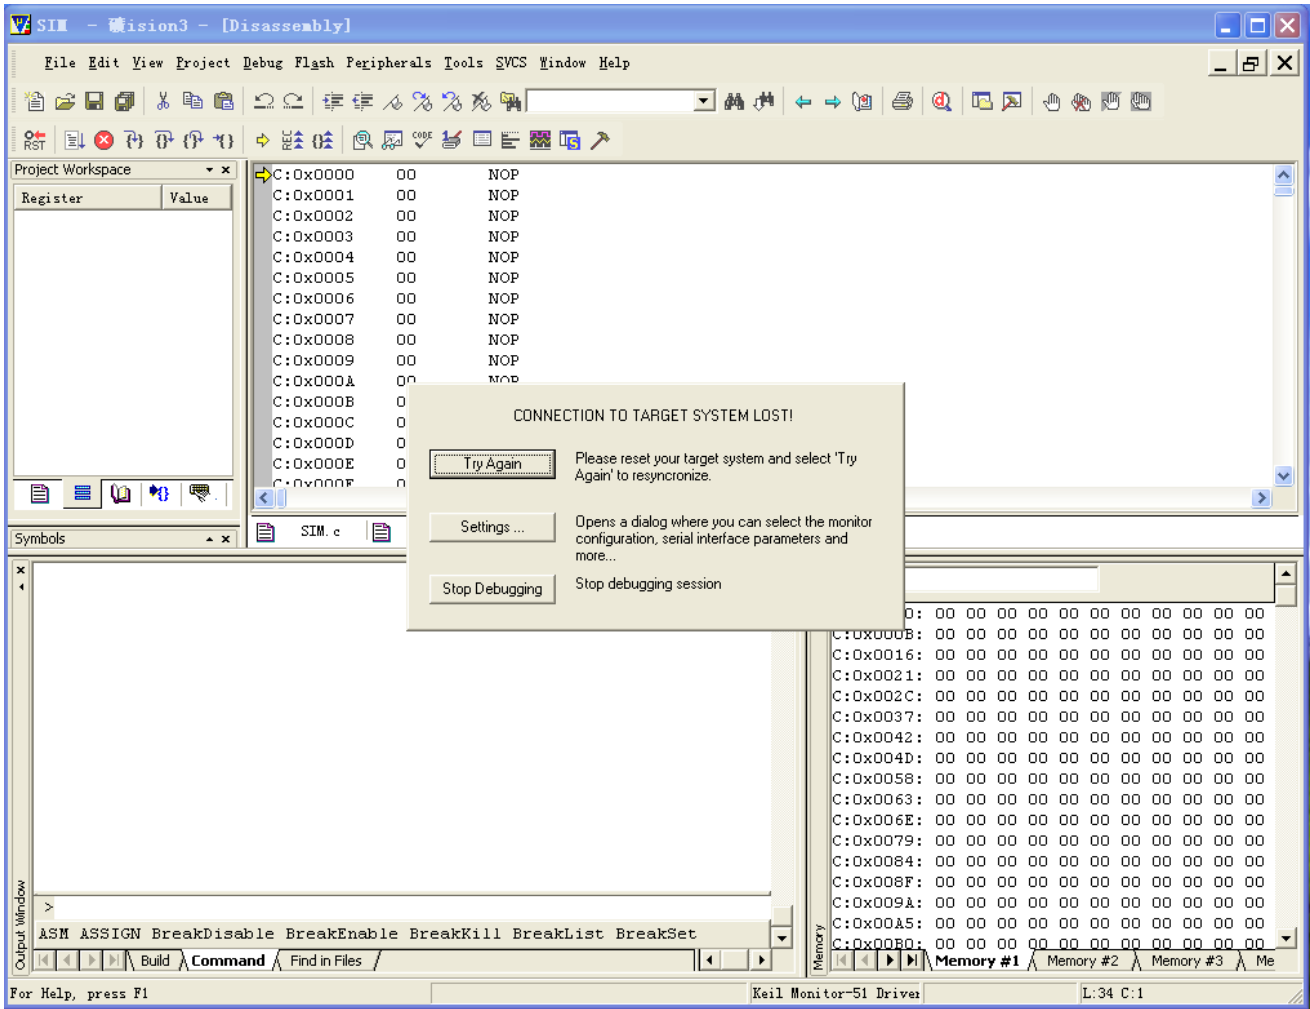

图 4-6. 意外通讯异常
3. 调试器可能会出现意外通讯异常，并弹出图 4-6 的对话框。这时需要退出 DEBUG 模式或重新打开 keil，并复位按调试器上的复位按钮，再重新启动 Debug -> Start/Stop Debug Session，进入 Debug 模式。